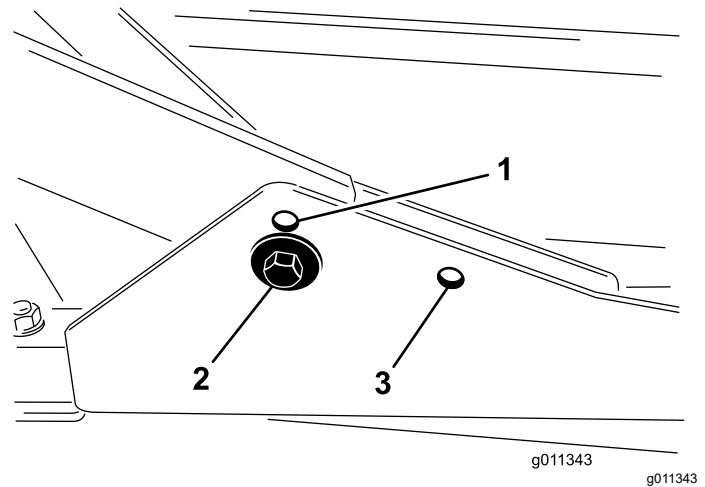

Bild 16
1. Befestigen Sie die vorderen Trägerrahmen für Schnitthöhen von 2 cm bis 7,6 cm in den unteren vorderen Befestigungslöchern (Bild 16).
2. Befestigen Sie die vorderen Trägerrahmen für Schnitthöhen von 6,3 cm bis 10 cm in den oberen vorderen Befestigungslöchern (Bild 16).
Das Heckmähwerk muss für alle Schnitthöhen in den hinteren Befestigungslöchern befestigt sind (Bild 16).